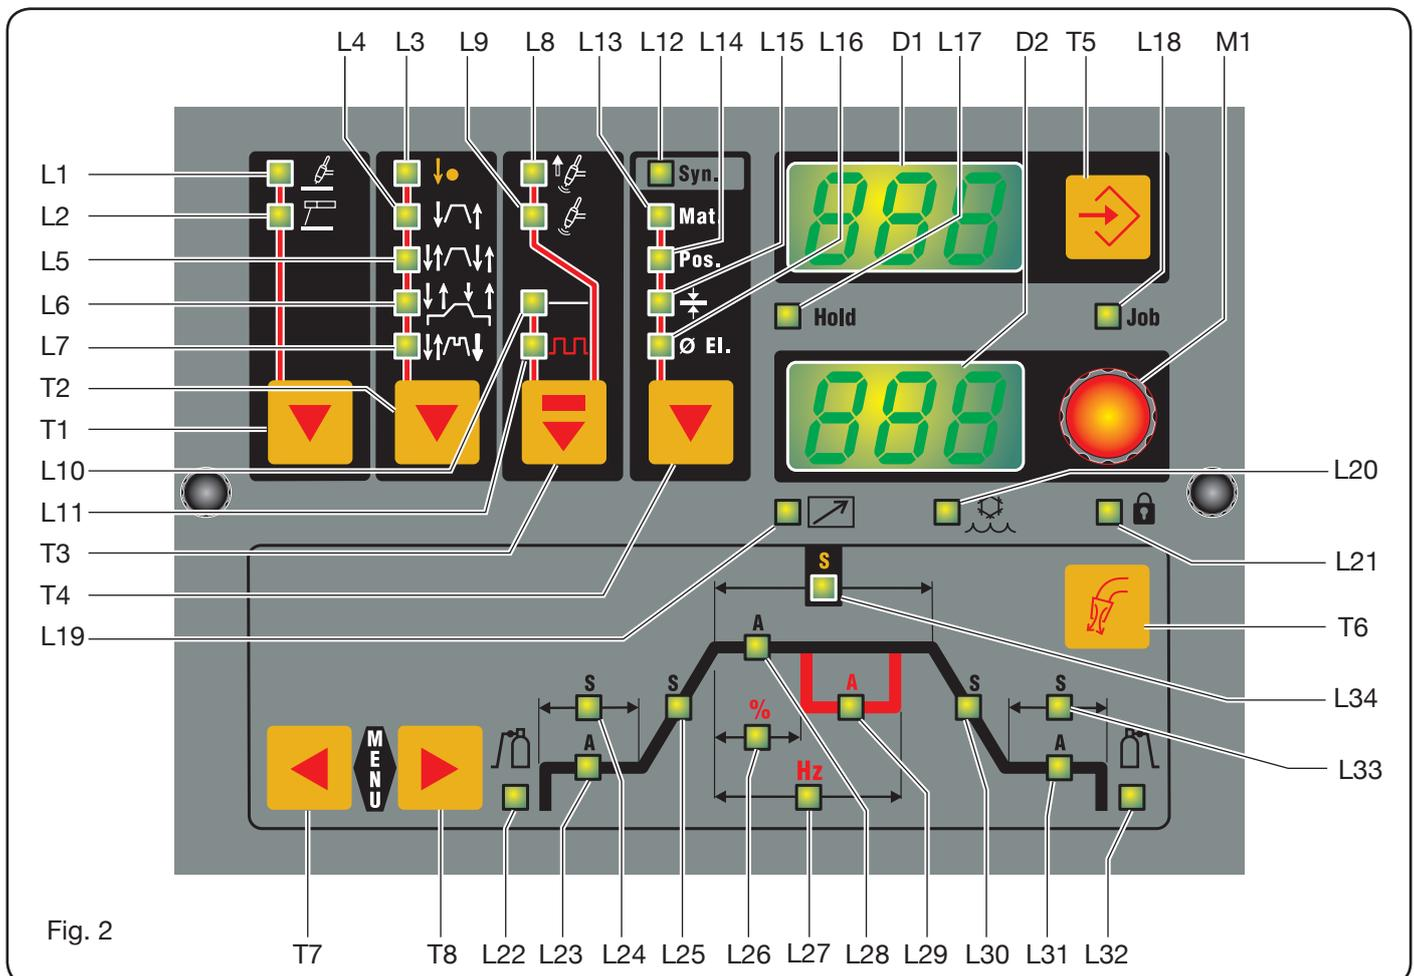

Fig. 2
3.3 DESCRIZIONE DEL PANNELLO COMANDI (Fig.2).